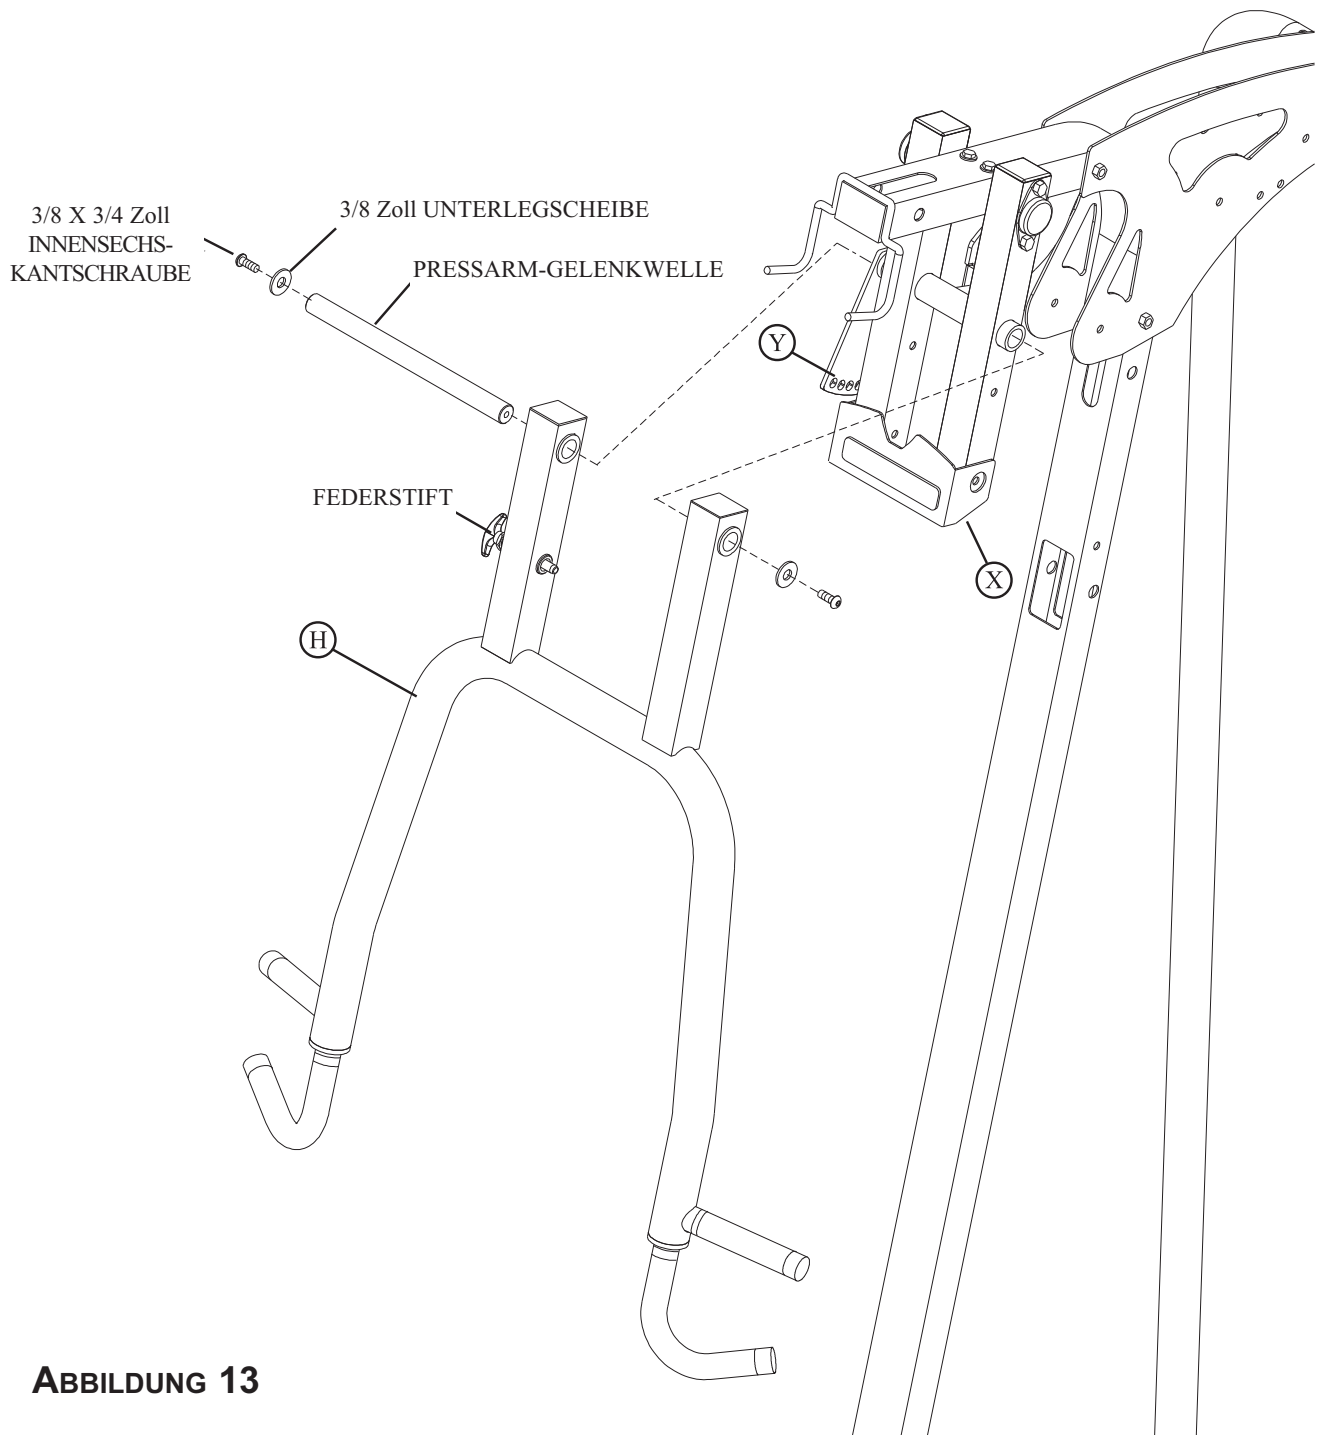

**ABBILDUNG 12**
- Einen der LAGERBLÖCKE aus dem PRESSARM-STÜTZRAHMEN (X) abmontieren und das PRESSARM-STÜTZGELENK wie in ABBILDUNG 12 gezeigt entfernen.
- Das PRESSARM-STÜTZGELENK durch den PRESSARM-STÜTZRAHMEN (X) und den RAHMEN (A) einführen. Die LAGERBLÖCKE wie in ABBILDUNG 12 gezeigt am PRESSARM-STÜTZRAHMEN (X) montieren.
- Die beiden 5/16 X 1/4 Zoll STELLSCHRAUBEN (BEREITS MONTIERT) wie in ABBILDUNG 12 gezeigt **FEST** am RAHMEN (A) anziehen.
- Die PRESSARM-EINSTELLPLATTE (Y) mit zwei 3/8 X 1 Zoll SENKSCHRAUBEN MIT INNENSECHSKANT (16) wie in ABBILDUNG 12 gezeigt **FEST** am PRESSARM-STÜTZRAHMEN (X) montieren.